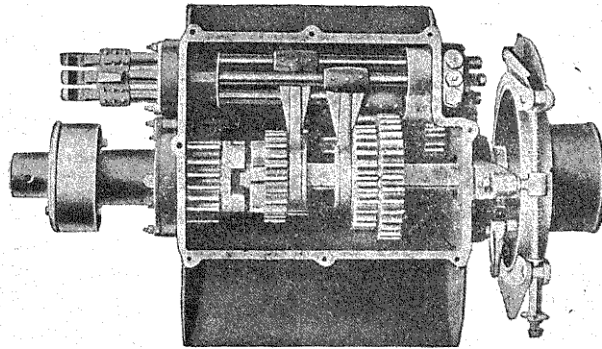
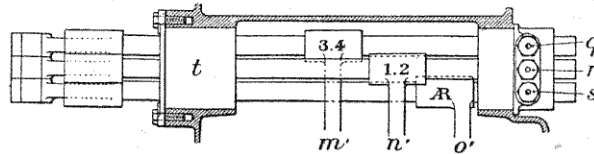

Fig. 176. — Boîte de vitesses à trois trains baladeurs (cliché Darracq).
Fig. 177. — Schéma de la commande et du verrouillage des baladeurs.
*épais* pour qu'ils ne *se tordent pas*, qu'ils ne *vibrent pas*, et la boîte des vitesses deviendrait un bloc encombrant. Ces considérations faciles à comprendre ont amené à construire des boîtes de vitesses à trains baladeurs multiples. La figure 176 montre l'intérieur d'une boîte à trois vitesses. La première fourchette *m'* (fig. 177), à gauche, donne la troisième vitesse et la prise directe avec des *mouvements très faibles*, donc laissant toute latitude à la deuxième fourchette *n'* (fig. 177) pour donner la première et la deuxième vitesse; une fourchette *o'* (fig. 177) est uniquement
destinée à la marche arrière. En un mot, *on multiplie les mouvements pour les rapetisser* et les loger dans un espace restreint. Chaque tige de commande est *verrouillée* afin de ne pouvoir d'elle-même quitter sa position donnée. A cet effet, des poussoirs, actionnés par des ressorts puissants :  $q\ r\ s$  (fig. 177), tombent quand les roues sont en prise, dans des encoches que portent
les tiges  $t$ , et qui sont visibles sur la figure 176 à droite. Quant à la commande de ces tiges, elle se compose d'un levier susceptible de *mouvements latéraux*, pour prendre l'un ou l'autre des trois crochets qui terminent les tiges de commande, puis, de *mouvements d'arrière en avant*, parallèles à l'axe de la voiture pour l'engrènement des roues.